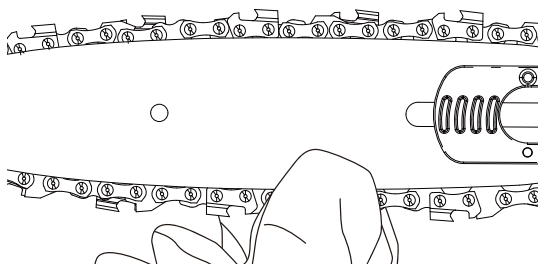

Abb. 10
2. Ziehen Sie die Kette vom Schwert weg. (Abb. 10)